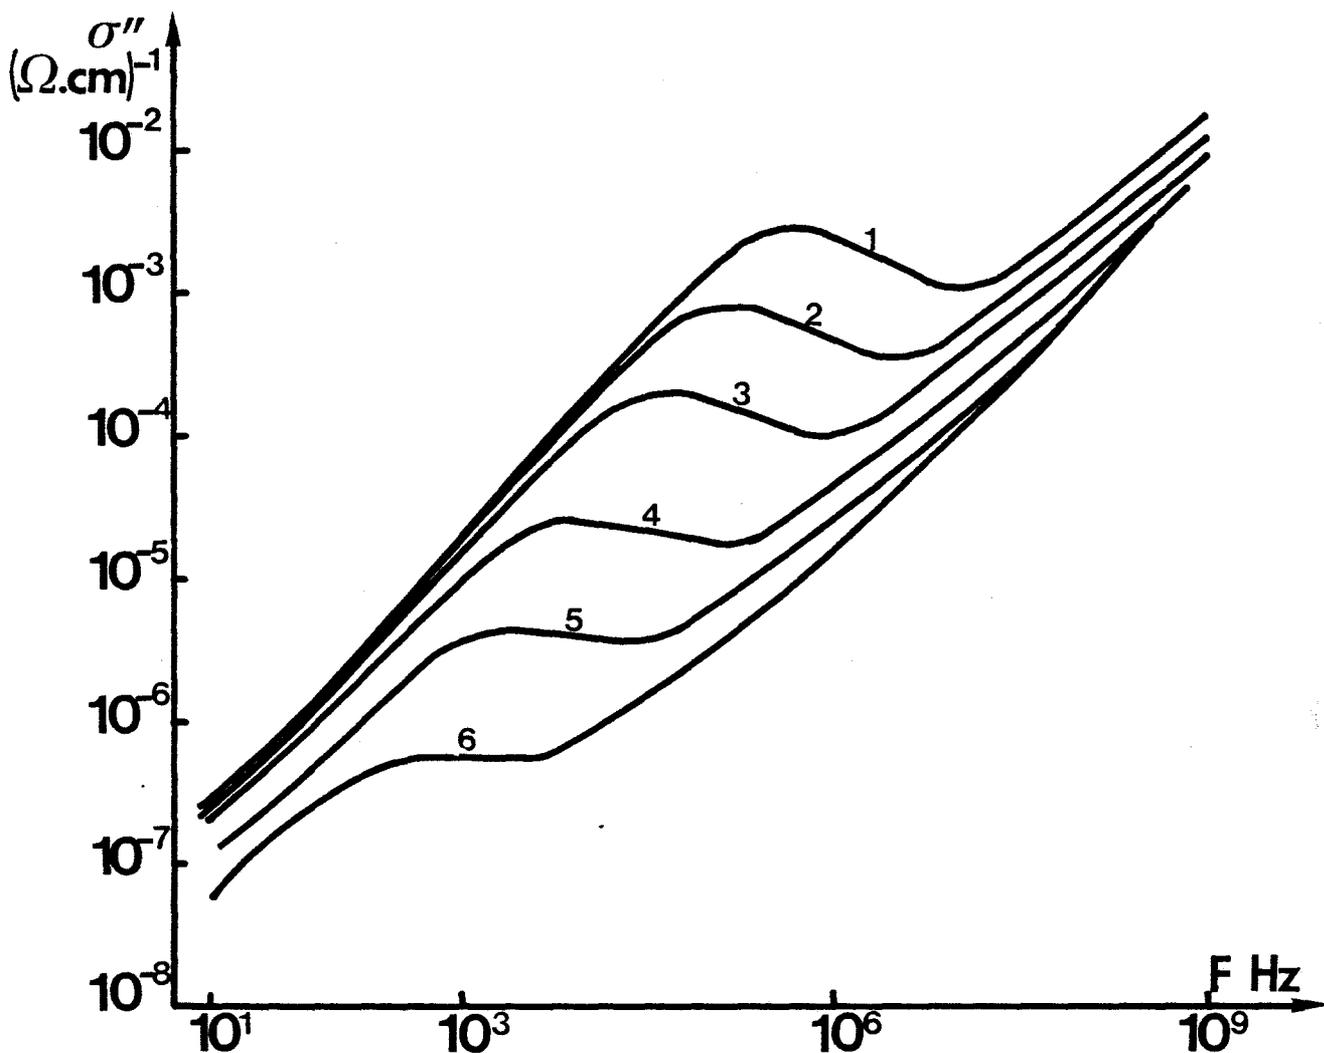

FIGURE F.4.5
- Figure F.4.5 : Partie imaginaire de la conductivité complexe de l'échantillon